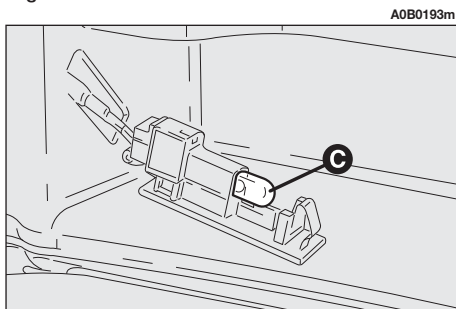

fig. 62
- Sostituire la lampada (**C-fig. 62**) inserita a pressione.